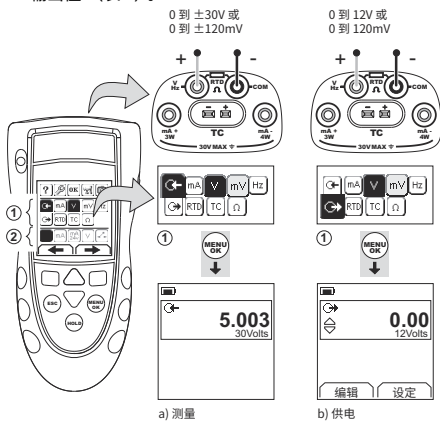
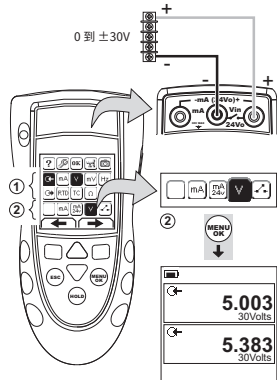

图4：示例配置 - 测量/供电电压 (V 或 mV) (区域 ①)
图5：示例配置 - 测量电压 (V) (双重化功能, 区域 ②)
1. 连接设备 (图4与图5), 如果有必要, 调整设置 (表1)。